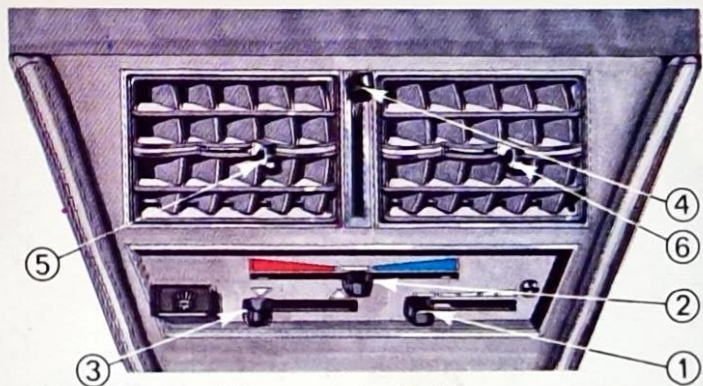

Abb. 19 - Betätigungen des Belüftungssystems
**Ventilator (Abb. 19 - Markierung 1)**
**Einstellung der Temperatur für die Frischluft (Abb. 19 - Markierung 2)**
**Verteilung der Luft zwischen Windschutzscheibe und Wagenboden (Abb. 19 - Markierung 3)**
**Betätigung der mittleren Lüftunggrills (Abb. 19 - Markierung 4)**